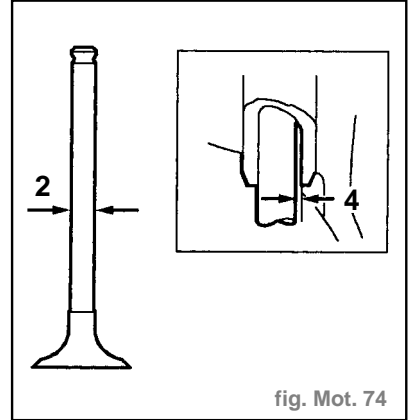

fig. Mot. 74
- Mesurer le diamètre de chaque tige de soupape (fig. Mot. 74) :